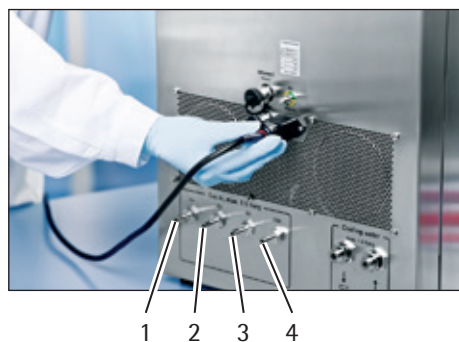

Abb. 7-4: Gaseingänge an der Rückseite des Geräts
Die laborseitige Versorgung muss Druckluft bzw. Gase entsprechend der Auslegung der Versorgungseinheit liefern. Die Anschlüsse für die laborseitige Gasversorgung befindet sich auf der Rückseite der Versorgungseinheit [► Abb. 7-4]. Beachten Sie folgende Angaben bzw. das P&ID-Diagramm:
- Schließen Sie die Laborzufuhren mit den passenden Adaptern an dem Gerät an [► Abb. 7-4].